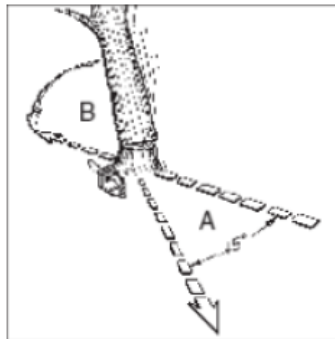

Fig 10a
Attenzione: prima di iniziare a tagliare, è necessario pianificare e predisporre una via di fuga (A). La via di fuga deve estendersi all'indietro e in diagonale, nella direzione opposta alla caduta, come mostrato in Fig. 10a.
**ATTENZIONE:** Quando il taglio di abbattimento si avvicina alla cerniera, l'albero dovrebbe iniziare a cadere. Quando l'albero inizia a cadere, rimuovere la motosega dal taglio, spegnere il motore, posare la motosega e allontanarsi dalla zona attraverso la via di fuga (Fig. 10a).